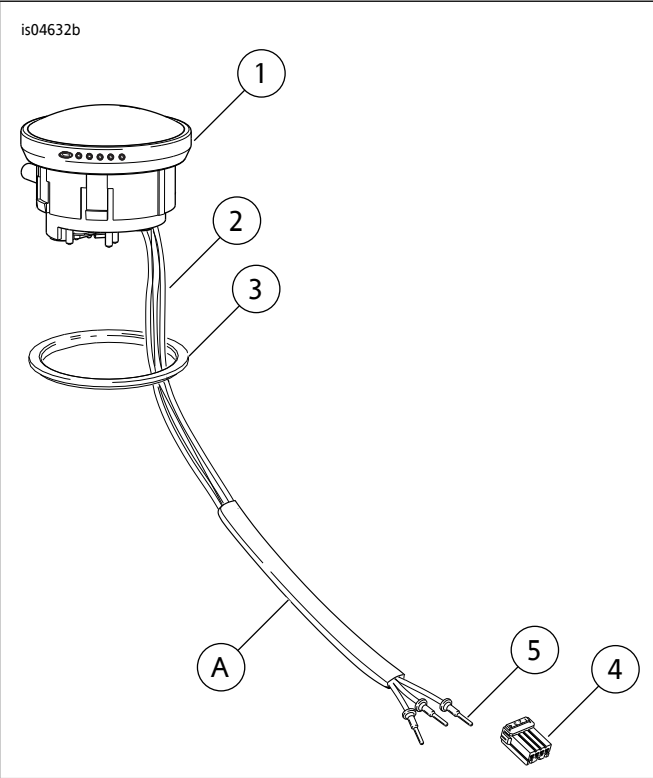

图3。维修零件：LED燃油表套件
参见图3和表1。
2. 参见图3。按压连接器插座接线端一侧的插针，将插针和插座半体拉开。
4. 参见图3。拆卸燃油表，方法是用力握住燃油表，小心地向上拉（不要扭动）到可以把它从燃油箱中拆下的高度即可。化油器车型：断开发送单元的两个连接器。一边拆卸燃油表，一边向上推线管和两条电线使它们穿过管子。拆下燃油表并丢弃。燃油喷射车型：一边拆卸燃油表，一边向上推线管和三条电线使它们穿过管子。
2. 参见图3。将新密封垫（3）安装到套件中的LED燃油表（1）上。安装后，该密封垫的平整一面和燃油表边缘接触。